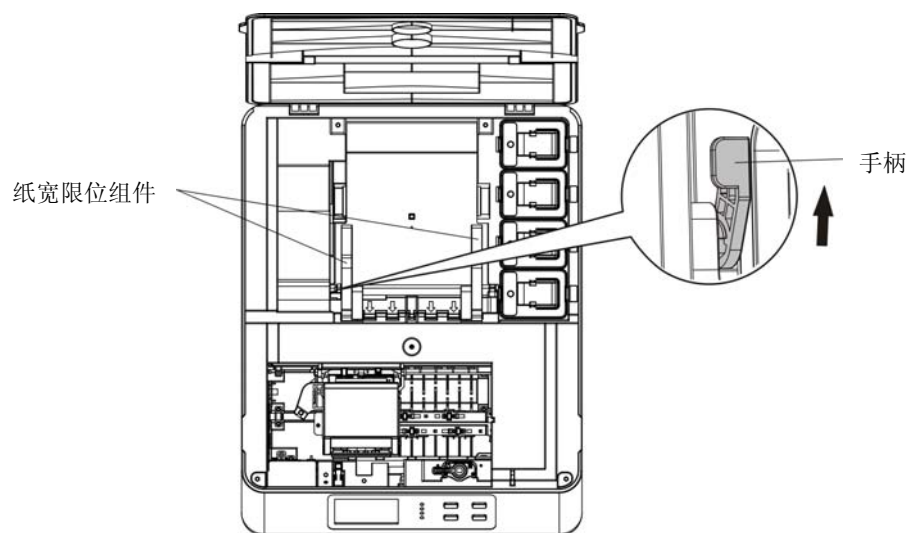

图 3-7 松开手柄示意图
(2) 如图 3-7 所示按箭头方向松开手柄，使纸宽限位组件处于可调整状态。